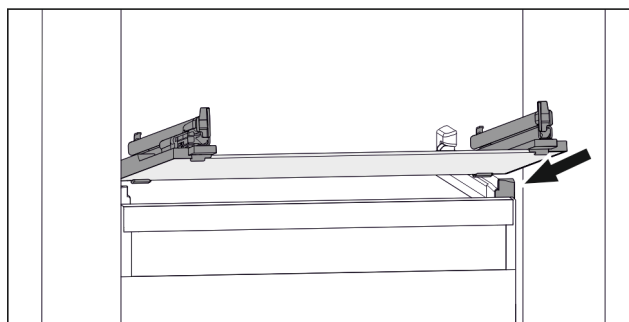

Fig. 47 Az üveglap példaként szolgáló ábrázolása
- Helyezze a fiókot ferdén az ütközők mögé. (lásd Fig. 47)